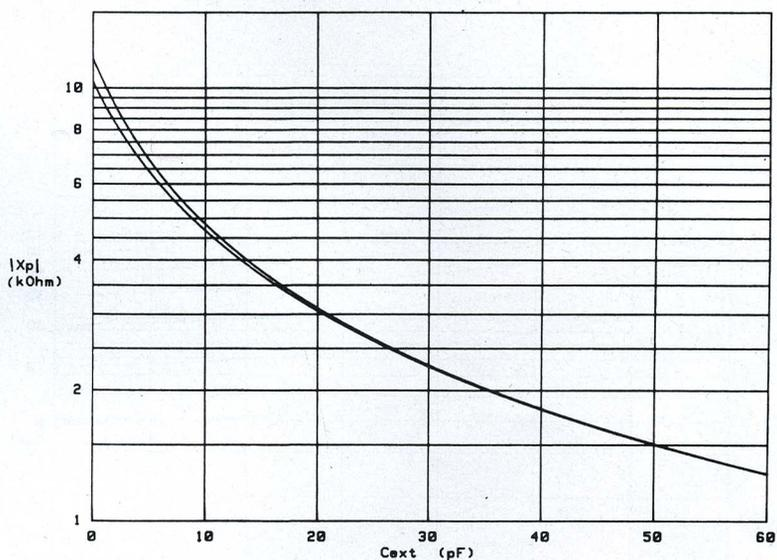

Figure 3
Le jeu de courbes présentées sur les figures 3 à 13 permettent de déduire la valeur de «l'impédance externe» à disposer entre l'entrée et la sortie de l'oscillateur.
1) les figures 3, 5, 7 ou 12 permettent de trouver la valeur de la capacité  $C_{ext}$  qu'il est nécessaire d'ajouter pour obtenir la valeur requise de «capacité de charge» y compris dans le cas où celle-ci doit être nulle.